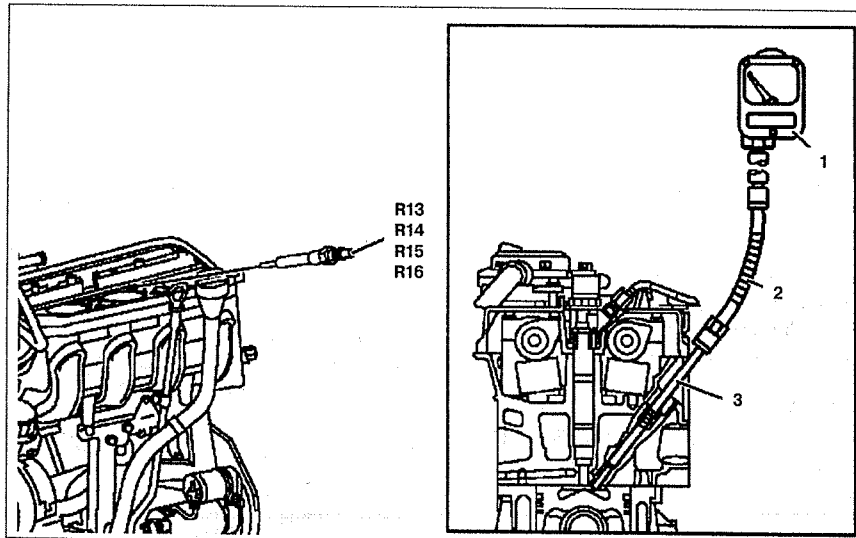

Рис. 5.70. Проверка компрессии двигателя: 1. Компрессометр, 2. Переходник, 3. Резьбовой переходник, R13-R16. Свечи накаливания.
3. Снимите свечи накаливания R13-R16 (см.рис.5.70).